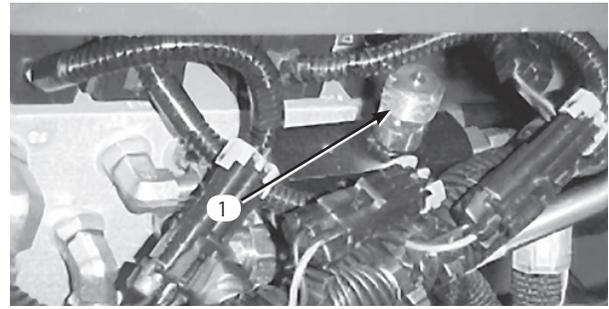

図61
1. 調整バルブ（図61）は運転台の床のアクセス・パネル裏にある。